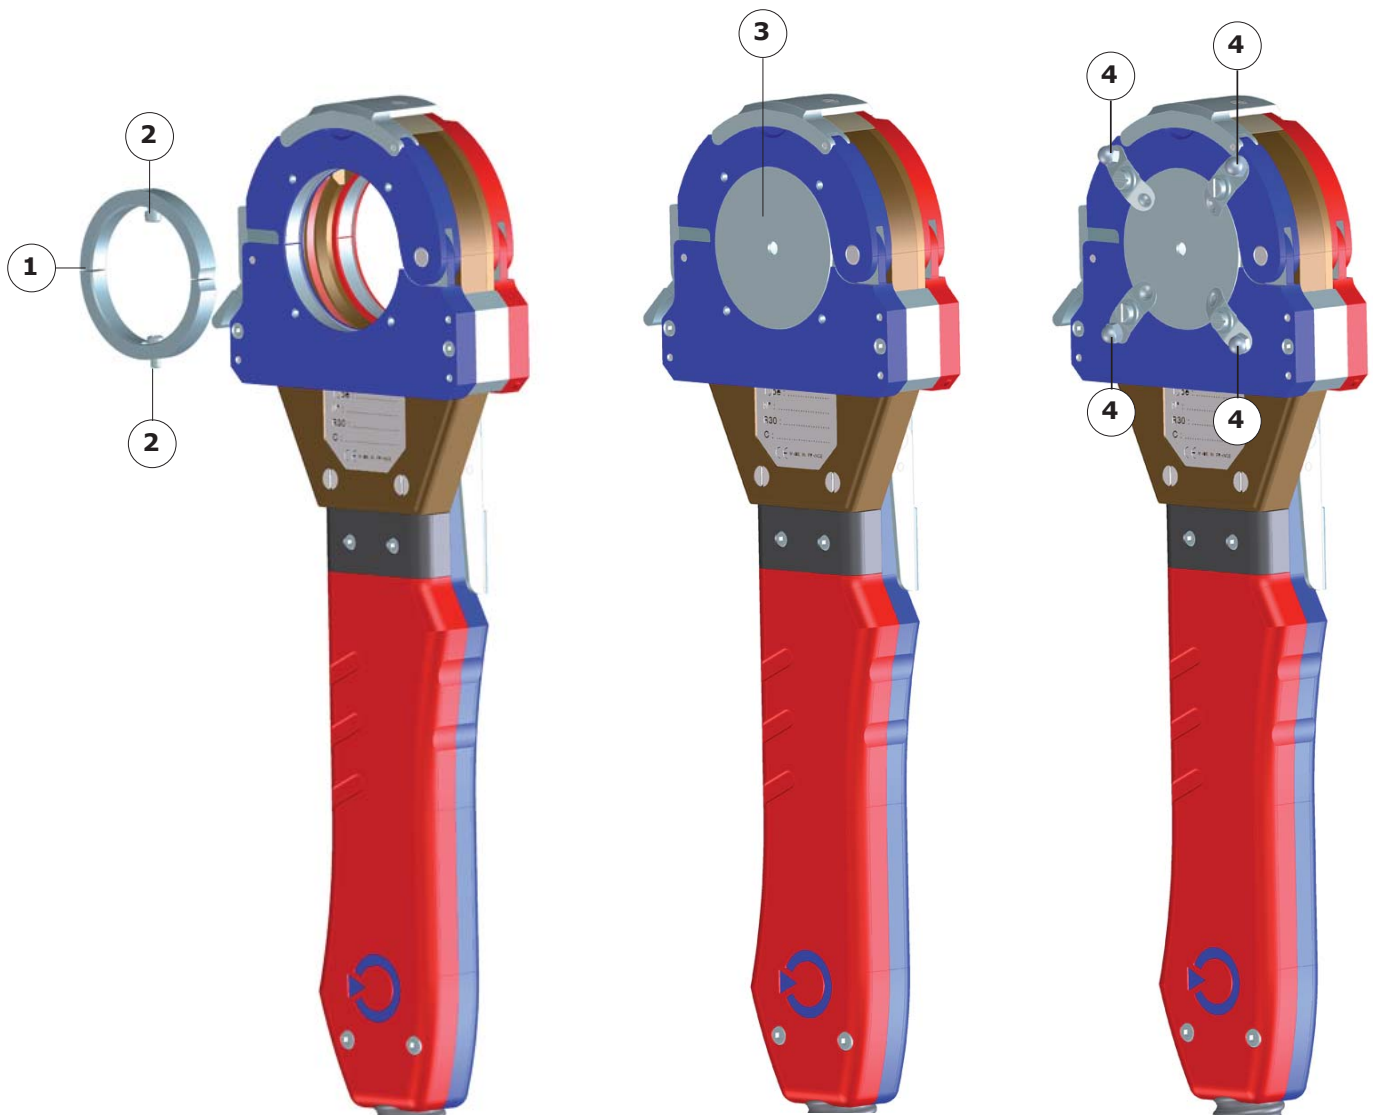

Abb. 5.6 - Montieren des Zubehörs zum Schweißen von Rohrbögen
- Die Spannschalen (Abb. 5.6 - Index 1) auf der blauen Seite der Halterung anbringen. Die vier Gewindebohrungen sind zum Befestigen der Halteklammern vorgesehen.
- Die Spannschalen durch Anziehen der Zylinderschrauben mit Innensechskant (Abb. 5.6 - Index 2) befestigen.
- Die Abdeckscheibe (Abb. 5.6 - Index 3) einlegen.
- Die vier Halteklammern (Abb. 5.6 - Index 4) zur Befestigung der Abdeckscheibe benutzen.